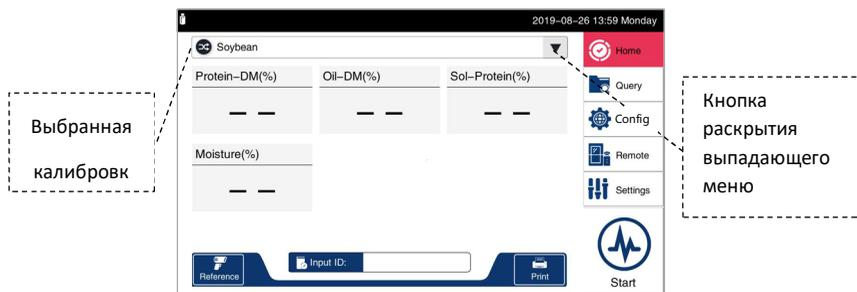

Рис. 4. Выпадающее меню для выбора продукта или калибровки
- Нажмите кнопку "На главную", если прибор не находится на главном экране (Рис. 2). Выберите тип целевого образца (он же "модель" или "калибровка") для измерения, открыв выпадающее меню (Рис. 4) и выбрав нужную целевую модель.